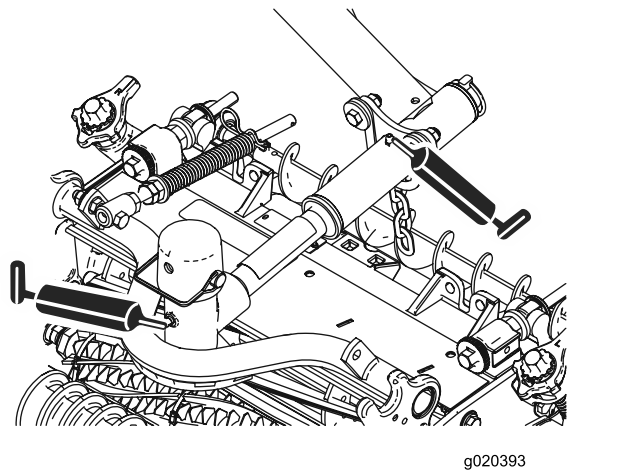

Figura 59
- Perna dell'apparato di taglio (2 cad.); fate riferimento alla Figura 59.